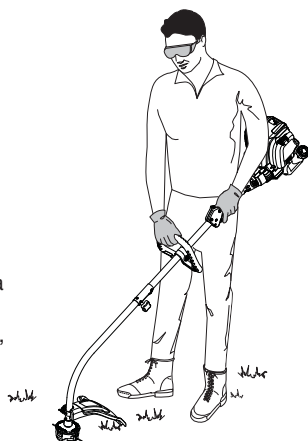

Fig. 13
1. Gire la perilla en sentido antihorario para aflojarla (Fig. 13).
Para recortar bordes mientras usa el accesorio de corte de cabeza de línea con modelos EZ-Link™, trabe el botón de desconexión en el orificio lateral de 90° (Fig. 13).
Antes de operar esta unidad, párese en posición de operación (Fig. 13). Verifique lo siguiente: